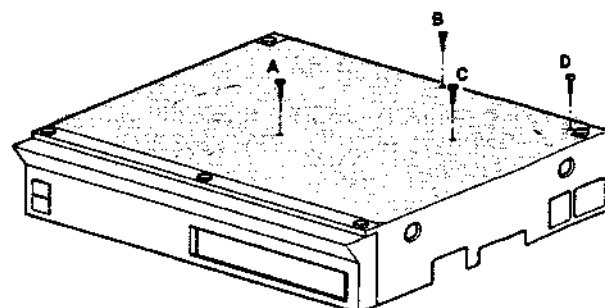

FIG. 2-2
- Die 4 schrauben A,B,C und D lösen (siehe Bild 2-2)
- Schraube lösen mit der die Unterplatte an der Kombinationseinheit befestigt ist. (Schraube B und D fig. 2-2)